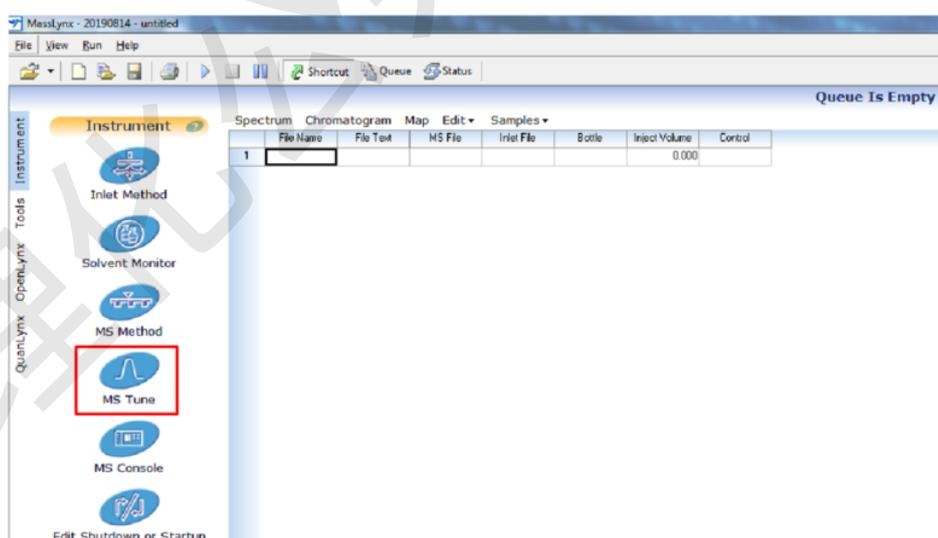

图 2.1 Masslynx 主操作界面 MS tune 选项
Step1: 在 Masslynx 操作主界面，选择 MS tune 图标(图 2.1)，进入质谱操作界面(图 2.2)。